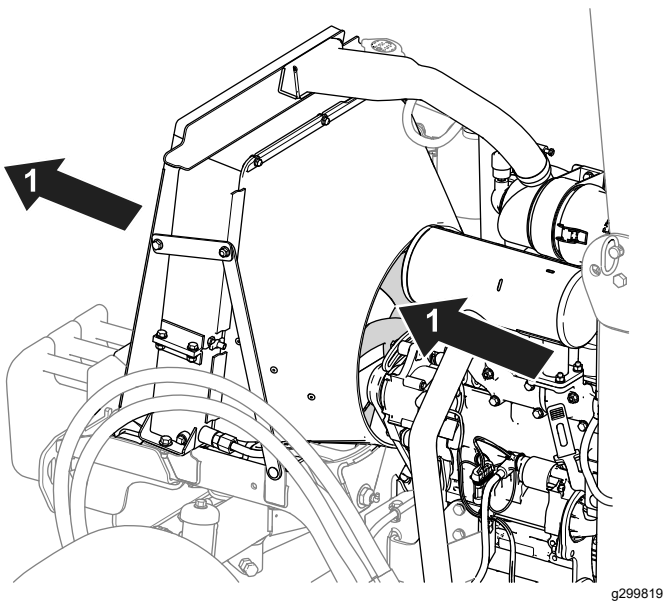

Figura 67
- Utilizzate aria compressa per pulire le alette di raffreddamento. Indirizzate l'aria all'esterno della macchina (Figura 67).